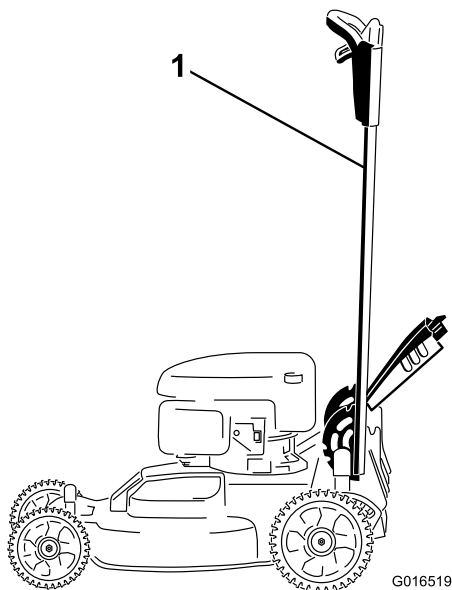

Рисунок 40
1. Зафиксируйте рукоятку в вертикальном положении (Рисунок 40); см. Регулировка высоты рукоятки (страница 12).